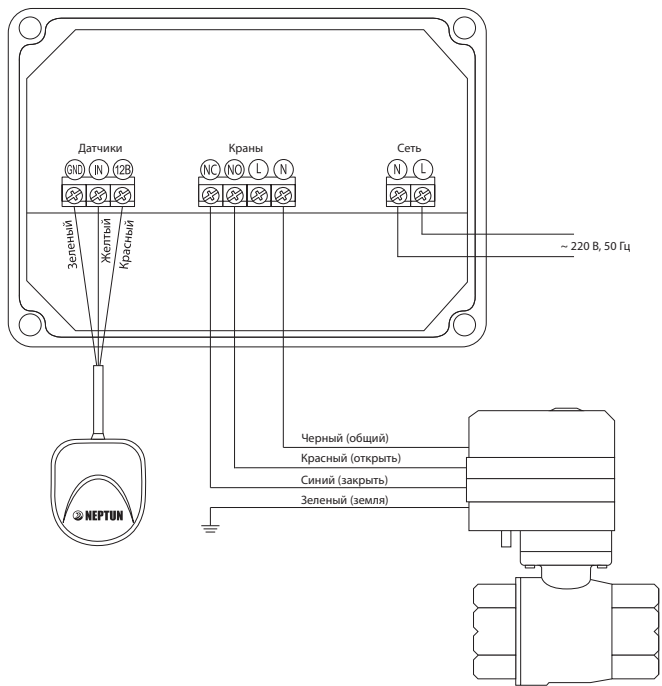

Рис. 8. Схема подключения датчиков и кранов с электроприводом серии JW5000 220 VAC к модулю управления Neptune Base
- К модулю управления Neptun Base подвести фазу и ноль согласно схеме подключения (рис.8)
- выполните соединение проводов в соответствии со схемой на рис. 8 и 9 (в зависимости от того, какие краны с электроприводом вы используете);